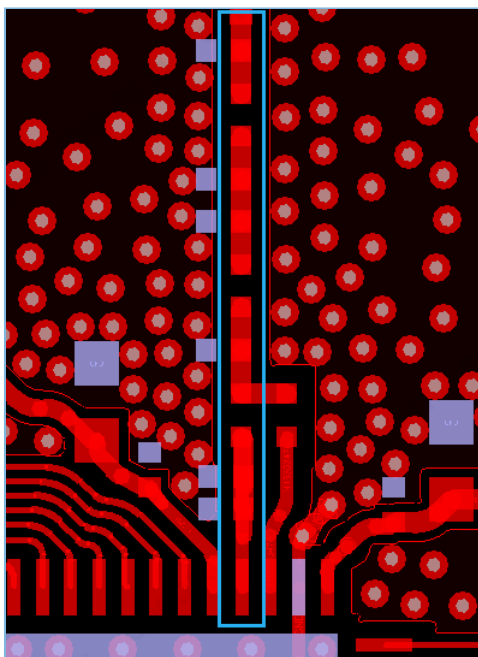

图 3-17 射频端口PCB布局
- RF匹配器件的布局应优先保证与RF_TX引脚在一条直线上，并严格遵从匹配器件顺序依次布局，如图3-17所示（蓝色框标注部分）。
- 如图 3-17 所示，在 RF 端口区域，VBAT_RF/VDD_RF 以及 RF_TRX 网络走线的下方不能有任何走线，需保持完整的参考地平面，有助于减小辐射。